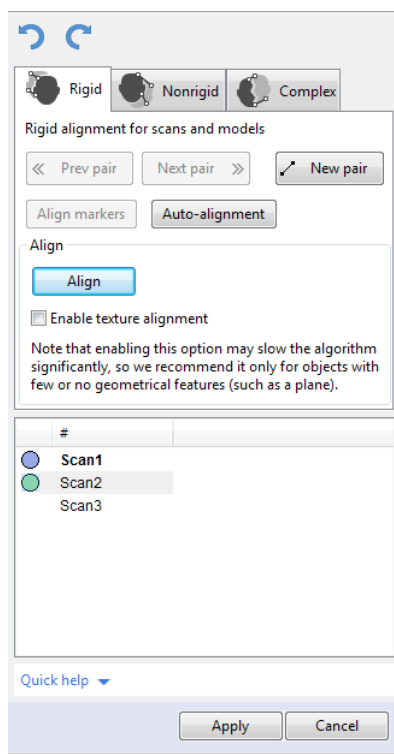

Рис. 8.26: Панель Сборка: вкладка Жесткая
1. Убедитесь, что выбрана вкладка *Жесткая* (см. Рис. 8.26).